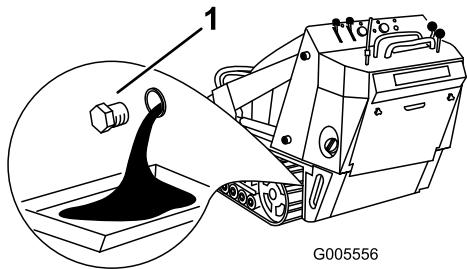

Figura 38
- Retire el tapón de vaciado (Figura 38).